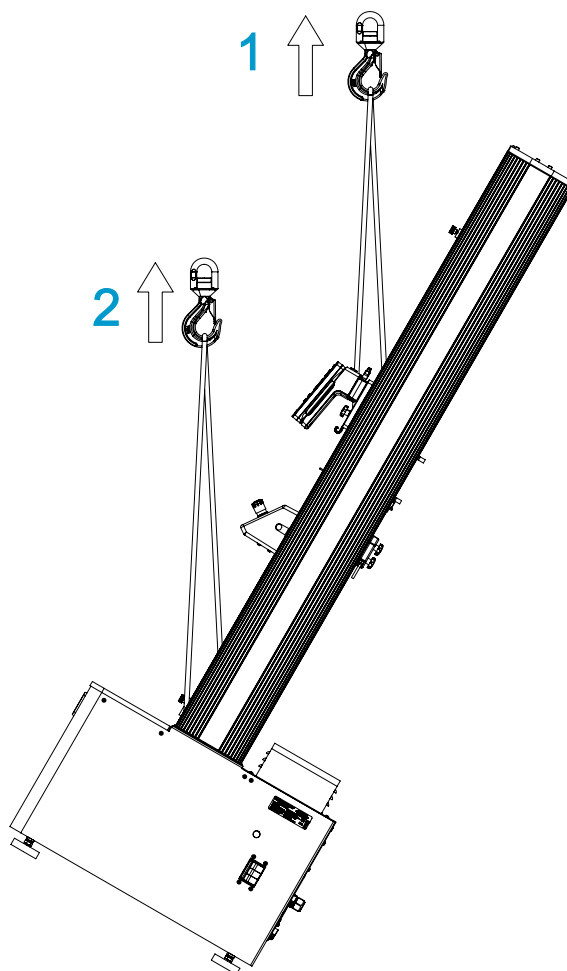

Figura 18. Elevación del bastidor usando una grúa
Consulte Figura 18 en la página 72.
2. Enganche las dos eslingas de elevación a la cruceta y fíjelas al gancho de la grúa como se muestra en la Figura 18 en la página 72. Si se emplean cadenas en lugar de eslingas de elevación, envuelva material de protección alrededor de la cruceta para protegerla de raspaduras y daños. Las cadenas también pueden ocasionar daños en otras piezas del bastidor, como la placa superior, por ejemplo; asegúrese de envolver todos los componentes vulnerables con material protector.
3. Coloque dos pernos de elevación M16 en la base del bastidor y fije dos eslingas adicionales en los pernos, como ilustra Figura 18 en la página 72.
Leyenda de la Figura 18